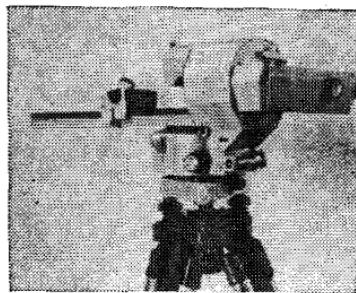

Рис. 27. Тахеометр внутрибазный ТВ
4.12. Внутрибазовый авторедукционный тахеометр ТВ (рис. 27) предназначен для тахеометрических съемок труднодоступных участков, съемки горных выработок, для работы на строительных площадках, а также в городах с интенсивным движением. Рекомендуется применять при съемке в масштабах 1:500, 1:1000.